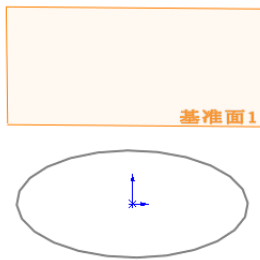

图 3-50 添加的基准面
**04** 添加基准面。在左侧的“FeatureManager 设计树”中，选择“上视基准面”，然后在菜单栏中选择“插入”→“参考几何体”→“基准面”命令，或者单击“特征”工具栏中的“基准面”图标按钮，此时系统弹出如图 3-49 所示的“基准面”属性管理器。在“等距距离”一栏中输入值 40mm，单击属性管理器中的“确定”图标按钮。添加一个新的基准面，结果如图 3-50 所示。